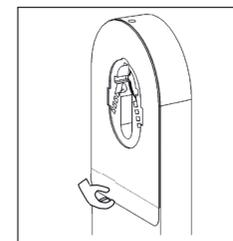

Abb. 5
5.5 Ziehen Sie die rote Schutzfolie des Klebestreifens erst unmittelbar vor Schritt 5.6 vorsichtig ab (Abb. 5).